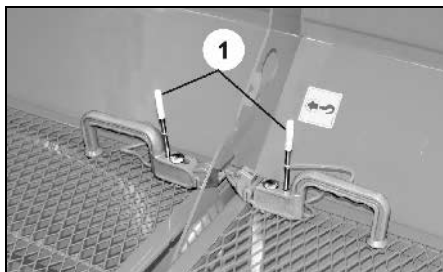

Fig. 16
- (Fig. 16/1) Förvaringsläge (standardposition)